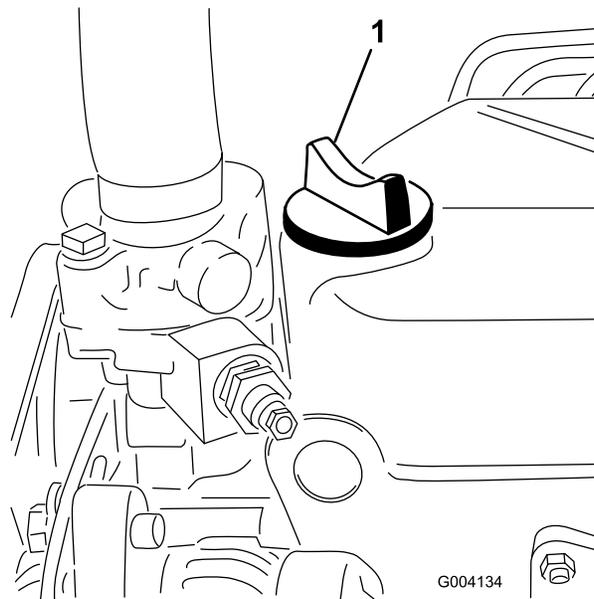

Bild 34
5. Wenn der Ölstand unter der Voll-Marke liegt, nehmen Sie den Fülldeckel ab (Bild 34) und gießen Sie genug Öl ein, um den Ölstand bis zur Voll-Marke anzuheben.